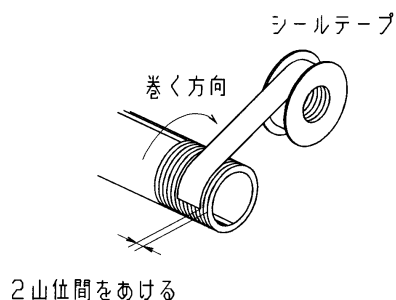

図11 シールテープの巻き方
- 配管や継手類をねじ込む場合には、配管ねじの切粉やシール材が配管内部へ入り込まないようにしてください。なお、シールテープを使用される時は、図11に示すようにねじ部を1.5~2山残して巻いてください。